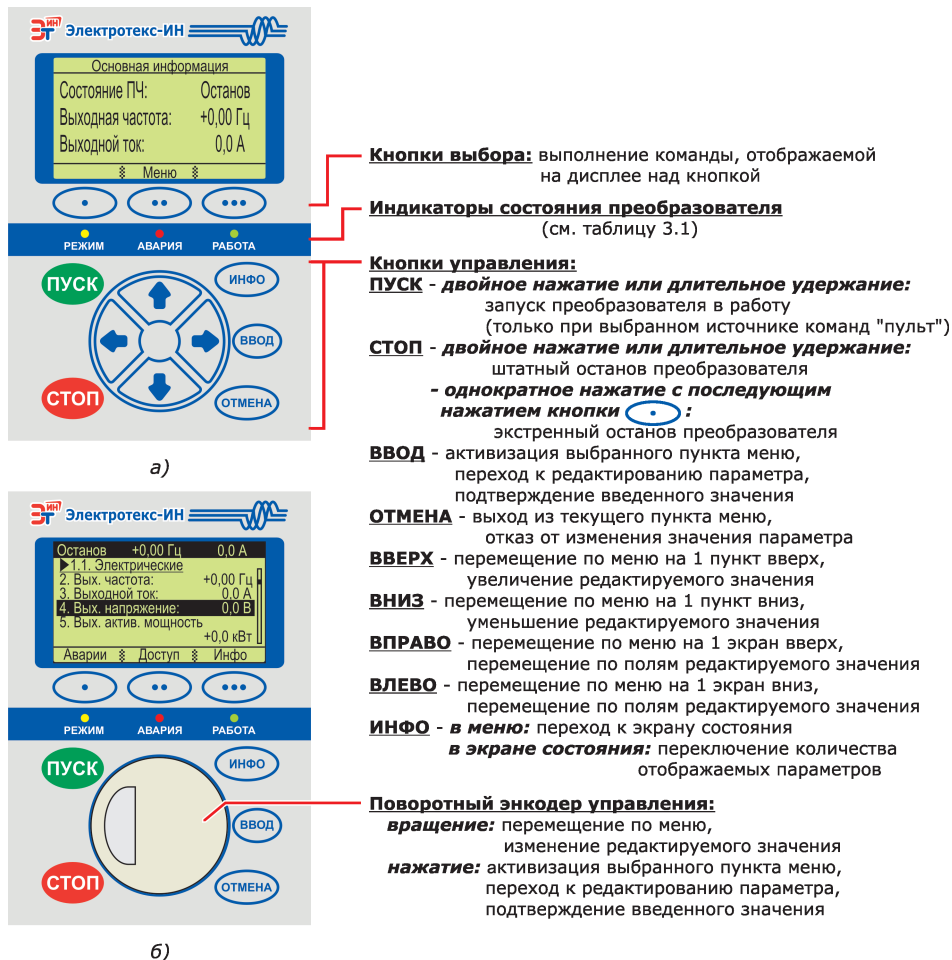

Рисунок 3.1 - Варианты исполнения пульта управления:
- с управляющими кнопками (см. рисунок 3.1а);
- с поворотным энкодером управления (см. рисунок 3.1б).